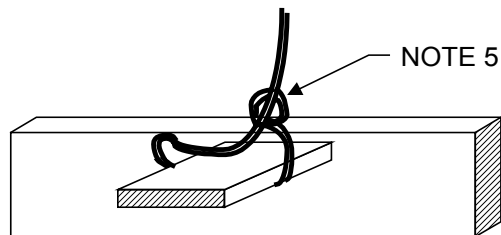

FIGURE 14e
5. COMPLETED STITCH (FIGURE 14e). TIGHTEN SECURELY ON SLAT.